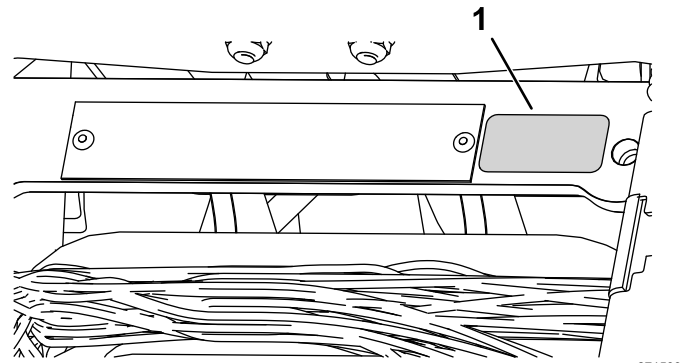

Figura 9
- Instale o adesivo do ano de produção próximo à placa de série (Figura 9).